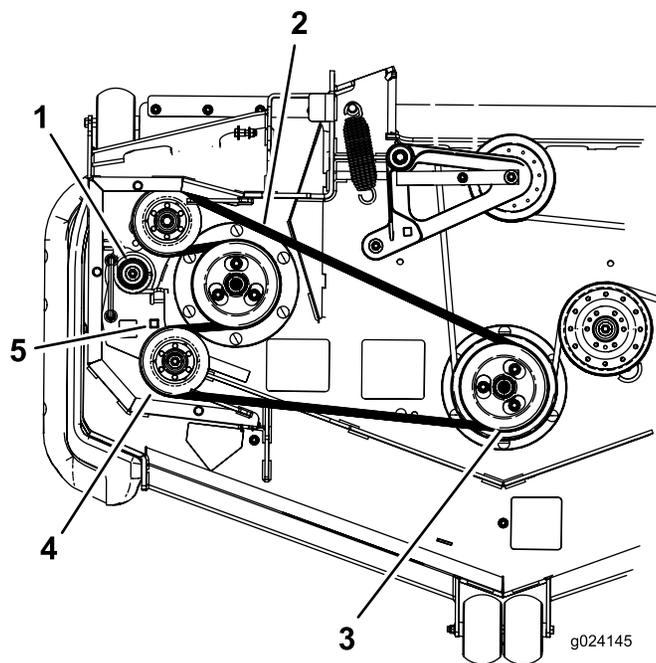

Рисунок 89
7. Вставьте ключ с храповым механизмом в квадратное отверстие в рычаге натяжного ролика, чтобы снять натяжение пружины натяжного ролика (Рисунок 89).
8. Снимите ремень со шкива деки газонокосилки (Рисунок 89).
9. Снимите ремень с остальных шкивов (Рисунок 89).
11. Вставив ключ с храповым механизмом в квадратное отверстие, снимите натяжение пружины и проложите новый ремень вокруг натяжного ролика (Рисунок 89).